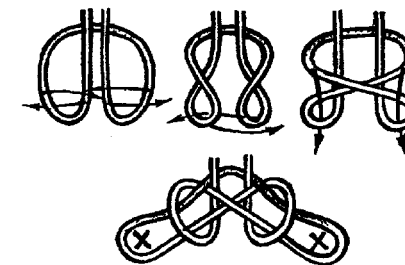

Рис. 17.
**Испанский беседочный узел** (боцманский узел, узел «испанский Пальстек»)\*. В каждую из двух незатягивающихся петель испанского беседочного узла просовывают ногу, а руками держатся за веревку. Этим узлом удобно пользоваться во время спасательных работ при необходимости поднять или опустить с высоты потерявшего сознания человека. Чтобы он не вывалился из петель, на его груди дополнительно завязывается ходовым концом веревки один или два полуштыка (рис. 17).